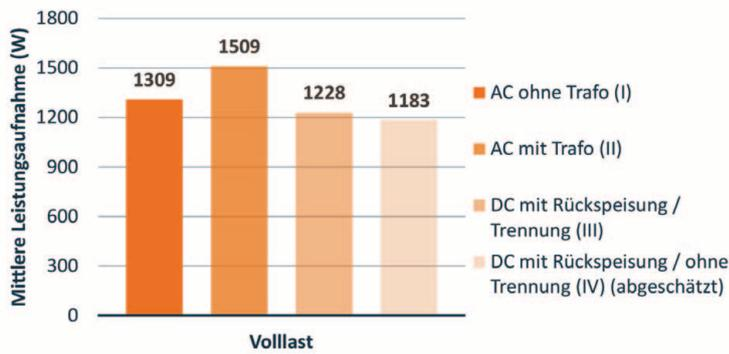

Abbildung 4: Messergebnisse der mittleren Leistungsaufnahme der Anlage im Betrieb unter Volllast.
Abbildung 4 zeigt die Messergebnisse dieser vier Varianten im Betrieb mit Last. So ist in der untersuchten Anwendung eindeutig zu erkennen, dass eine Umrüstung auf DC unter Verwendung von hocheffizienten Netzteilen im Betrieb zu einem Effizienzgewinn führt. Die Leistungsaufnahme sinkt sogar im Vergleich zur direkten Anbindung (I) um 6%, obwohl zusätzlich eine galvanische Trennung zur Verfügung steht (III). Die Effizienz könnte weiter gesteigert werden, wenn auf eine galvanische Trennung verzichtet werden kann (IV).